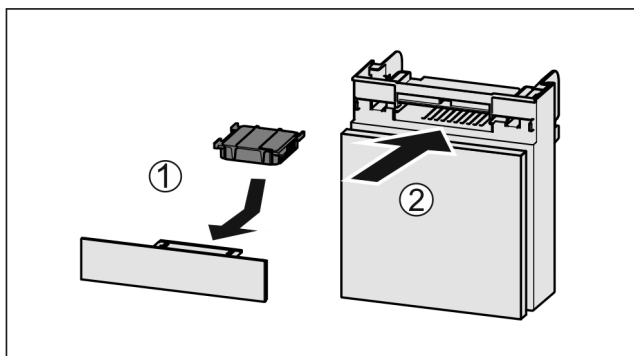

Fig. 187
- Aktivkohlefilter nach Abbildung einsetzen Fig. 187 (1).
- Fach einschieben Fig. 187 (2).